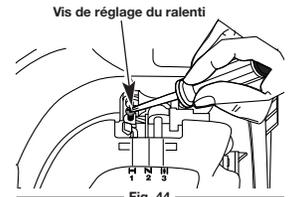

Fig. 44
2. Relâchez la manette des gaz et laissez le moteur tourner au ralenti. Si le moteur s'arrête, insérez un tournevis cruciforme entre la couverture du filtre à air et celle du moteur (Fig. 44). Tournez la vis du ralenti dans le sens des aiguilles d'une montre, 1/8 de tour à la fois (selon le besoin) jusqu'à ce que le moteur tourne au ralenti sans à-coups.